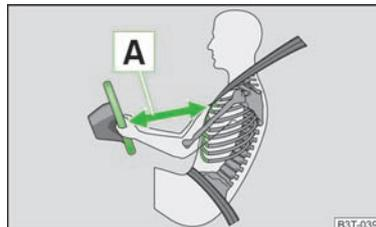

Fig. 141
- È importante che il conducente e il passeggero anteriore mantengano una distanza di almeno 25 cm rispettivamente dal volante e dalla plancia» fig. 141 A. Se non si rispetta questa distanza minima, il sistema airbag non può proteggere - pericolo di morte! Inoltre, i sedili anteriori e i poggiatesta devono sempre essere regolati in funzione della statura degli occupanti.